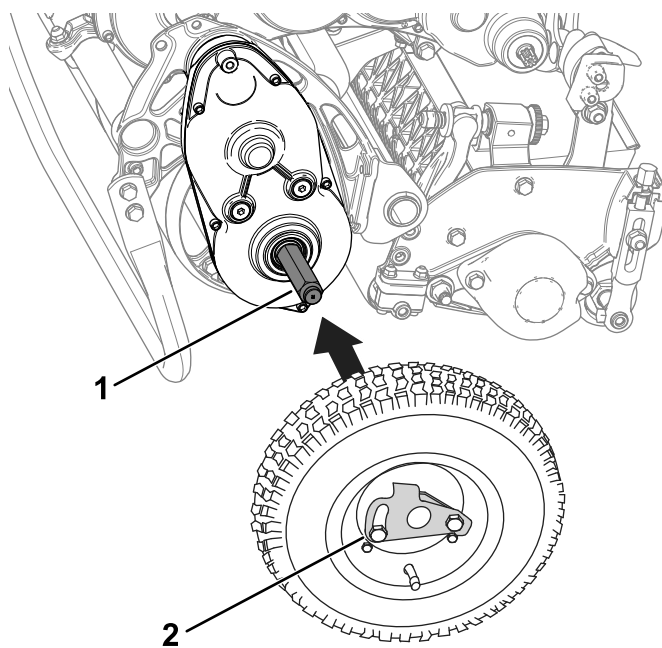

図 16
2. アクスルに車輪を取り付ける **図 16**。
3. ロッキングクリップ **図 16**を開き、タイヤを奥に押し込む。